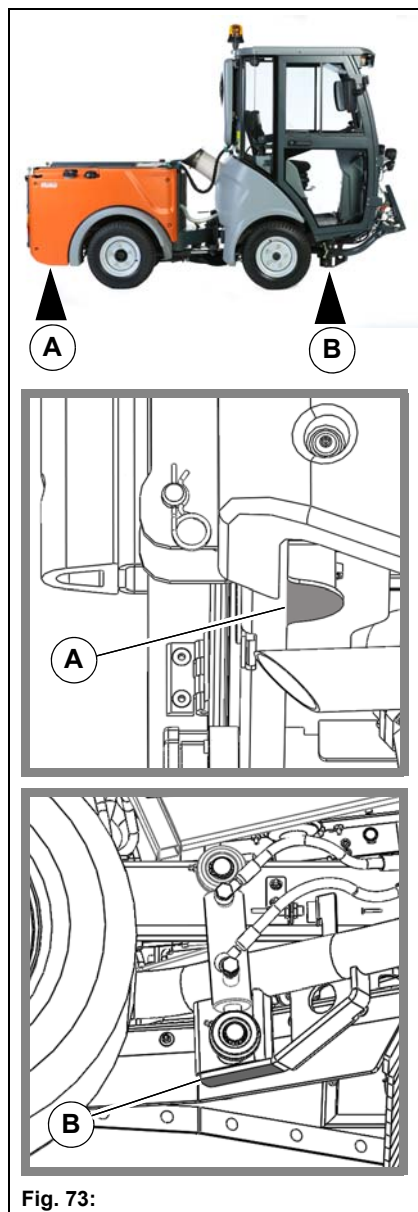

Fig. 73:
2. Placer le cric bien stable sur le point d'appui **Fig. 73-A** ou **Fig. 73-B**.